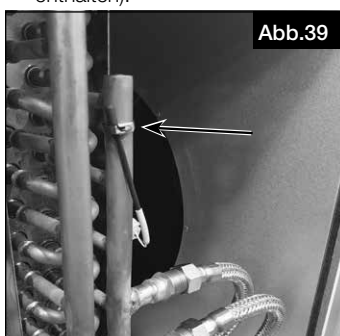

Abb.37
2. Die Anschlüsse für die Warmwasser-Nachheizung anbringen (s. Abb.37). Die im Lieferumfang enthaltenen Dichtungen einlegen.